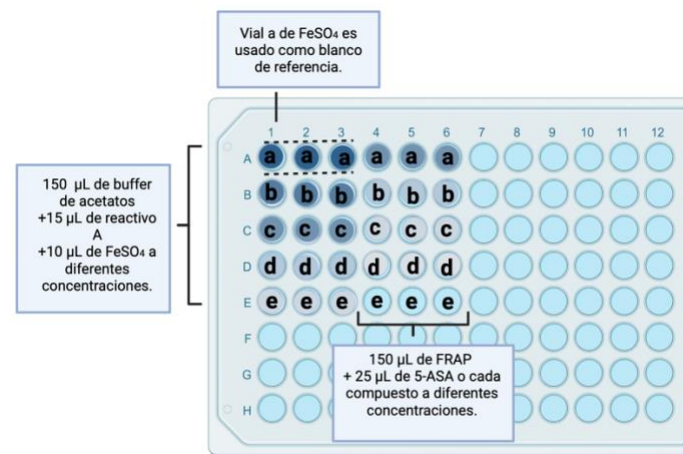

Figura 3. Ejemplo de placa de 96 pozos con un compuesto, 5-ASA. En una placa será posible evaluar 4 compuestos.
5. Preparar la solución FRAP en una proporción 15:1.5:1.5 mezclando 15 mL de buffer de acetatos, 1500 µL del reactivo **A** con 1500 µL del reactivo **B**, suficiente para evaluar 6 compuestos, en placa de 96 pozos, como se muestra en la Figura 3, sin considerar la curva estandar de FeSO₄ que no lleva solución FRAP.
corresponden a **A_c** de cada concentración. Considerar que la concentración de 5-ASA se diluye 7 veces, por lo tanto, la concentración en los pozos será 35, 18, 9, 4.5 y 2.2 µM Ver figura 3.